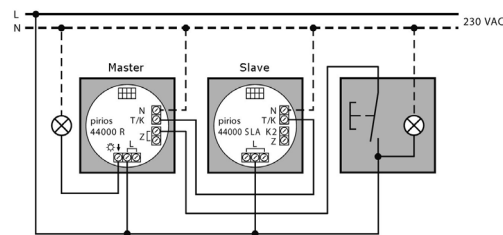

Fig. 3 Tasterfunktion Retriigger
2. Schliessen Sie den Aktor (5, Fig. 1) gemäss Schema (Fig. 2, Fig. 3 oder Betriebsanleitung) an.
3. Montieren Sie den Sensor in den Einlasskasten (7).
4. Entfernen Sie die Schutzfolie von der Steckbuchse (8).
5. Setzen Sie den Sensor (2) mit dem Abdeckrahmen (4) so auf den Aktor (5) auf, dass die 8-poligen Steckstifte (9) in die Steckbuchse (8) und die Haltefedern (3) in die Schlitze (6) des Aktors passen.
9. Lassen Sie die Abdeckhaube (1) auf den Sensor (2) aufschnappen.
- Funktion Retriigger: Anschluss an Z des Masters (Schema Fig. 3)